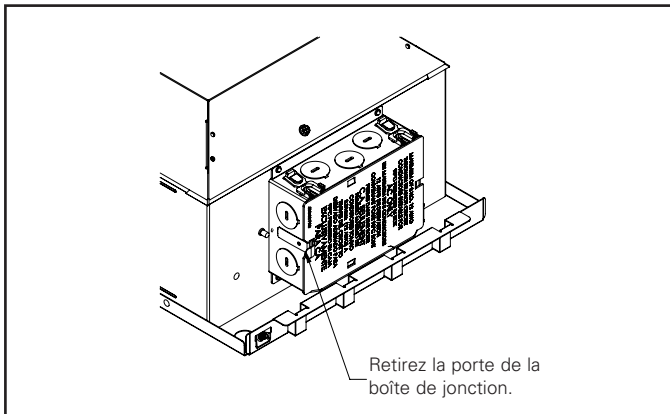

Figure 12.
1. Retirez la porte extérieure de la boîte de jonction. Raccordez les fils d'alimentation et les fils de commandes/gradation appropriés comme indiqué aux schémas de câblage et conformément à vos Codes de l'électricité locaux ou nationaux (consultez la Figure 12).
5. Consultez l'aide visuelle aux Figures 12 et 13.